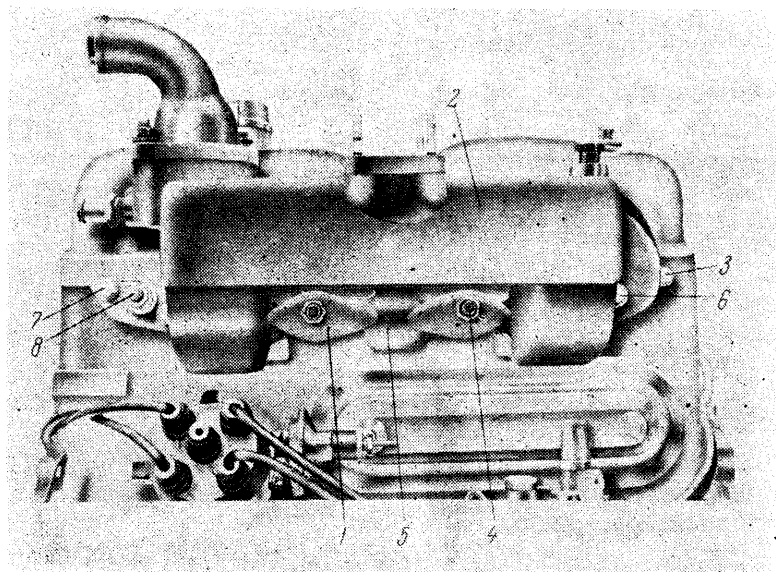

Abb. 38. Einbau des Ansaugkrümmers.
3.6.11. ANBAU DES ANSAUGKRÜMMERS (Abb. 38).